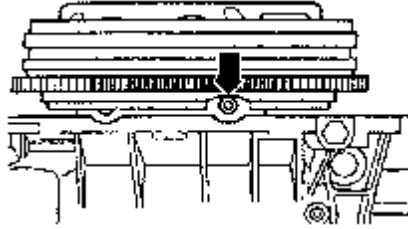

图 4-126 拆卸油底壳后端的螺栓
(12) 通过飞轮处的凹口可接近油底壳后端的 2 个螺栓，如图 4-126 所示。用套筒 3249 拧下油底壳后端螺栓。装配自动变速箱的车型，为便于拆装螺栓，必须加大油底壳及变速器的开口。
(13) 拆卸油底壳时，如有必要可用橡胶锤轻敲，将其松开。将油底壳向左侧转动，并从前端副车架上拆下。为便于转动和拆卸油底壳，应将底部冷却液软管压向一侧。